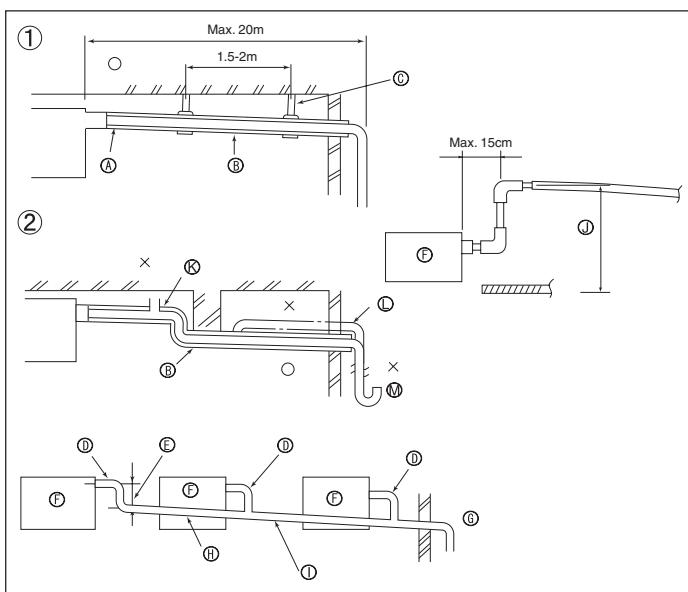

Fig. 5-1
5.1. Installatie van Draineerbuizen (Fig. 5-1)
① Juist aangelegde leidingen	② Onjuist aangelegde leidingen	③ Ophangbeugel
④ Maak de bocht zo groot mogelijk	⑤ PVC-pijp, O.D. ø38 voor gegroepeerd leidingwerk. (met tenminste 9 mm isolatie erop)	⑥ Ontluchter
⑦ Binnenapparaat	⑧ Naar beneden lopend verval (1/100 of meer)	⑨ Verhoogd
⑩ Gebruik dikker leidingen voor gegroepeerd leidingwerk.	⑪ Tot 85 cm	⑫ Stankafsluiter